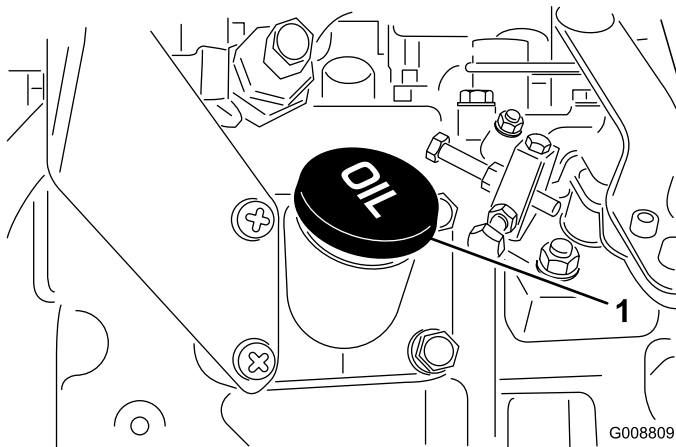

Bild 6
- Wenn der Ölstand unter der Voll-Marke liegt, nehmen Sie den Fülldeckel ab (Bild 6) und gießen Sie genug Öl ein, um den Ölstand bis zur Voll-Marke anzuheben. **Nicht überfüllen.**